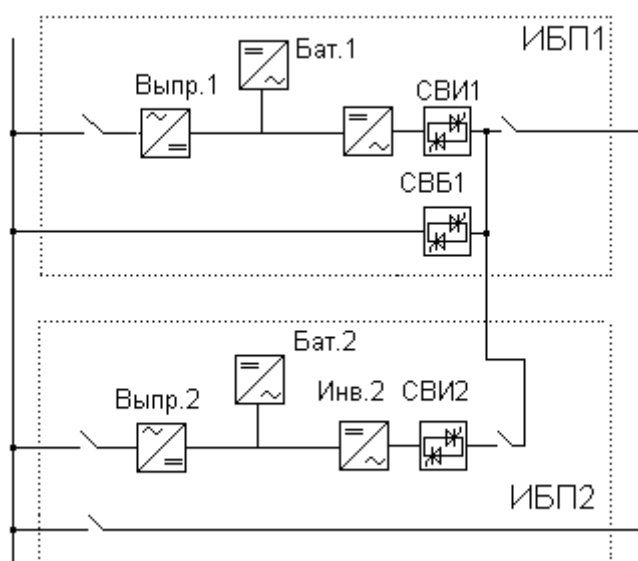

Рис. 196. Трехфазный ИБП с горячим резервированием
2. Весь второй ИБП выполняет только одну функцию – резервирование. Он потребляет электроэнергию, работая на холостом ходу и вообще не делает ничего полезного (разумеется за исключением того времени, когда первый ИБП отказывается питать нагрузку). Некоторые производители предлагают «готовые» системы ИБП с горячим резервированием. Это значит, что вы покупаете систему, специально (еще на заводе) испытанную в режиме с горячим резервированием. Схема такой системы приведена на рис. 196.